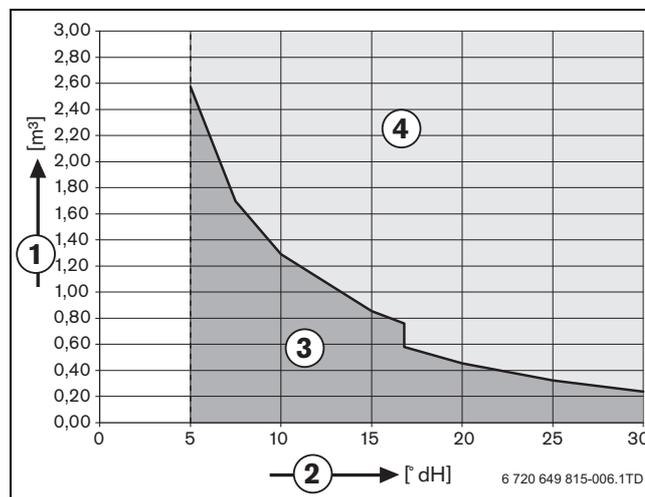

Fig. 14 Requisiti per l'acqua di riempimento e di rabbocco per apparecchi singoli fino a 50 kW
- ▶ Come acqua di riempimento e di rabbocco utilizzare esclusivamente acqua di rubinetto non trattata, secondo il regolamento sull'acqua potabile, o acqua di riempimento completamente desalinizzata con una conduttività uguale o inferiore a 10 microsiemens/cm (→ fig. 14). Non è consentito l'impiego di acqua freatica. Nel caso di impiego di additivi per l'acqua, contattare preventivamente la propria filiale Buderus.